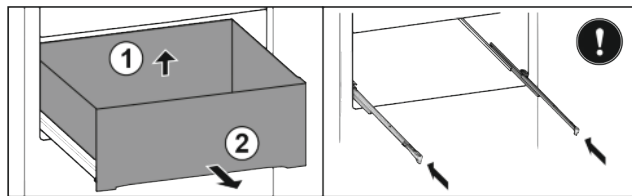

Fig. 29
- ▶ Поднимите выдвижной ящик сзади Fig. 29 (1).
- ▶ Извлеките движением вперед Fig. 29 (2).